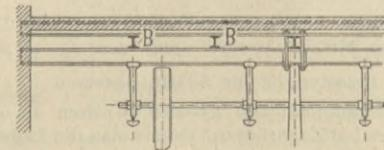

Fig. 3.
2. Man musste noch Unterlagen schaffen durch Einbauen von I-Eisen  $BB$  (Fig. 3), welche man mit dem I-Eisen des